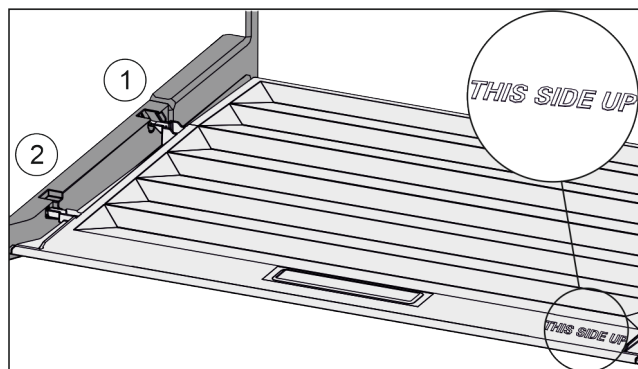

Fig. 99
- ▶ Výstupky veka zavedte cez otvor zadného držiaka Fig. 99 (1) a zaistíte vpredu v držiaku Fig. 99 (2).